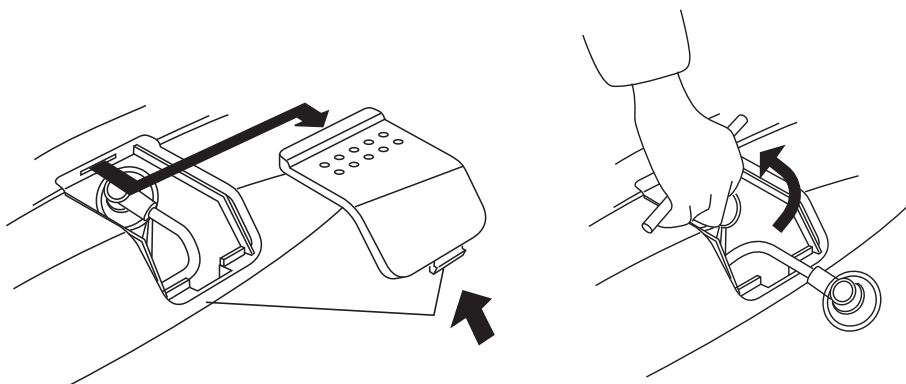

Рис. 15
- Отсоедините высоковольтный провод от свечи зажигания и отведите его в сторону (рис.15).